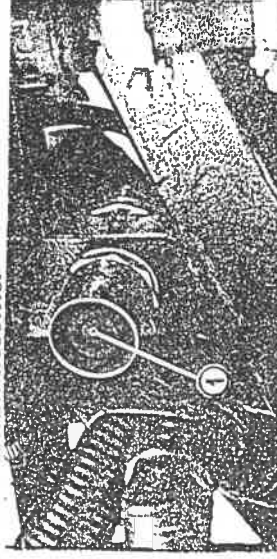

fig. 14
-Actionati butonul (1). Fig.14..